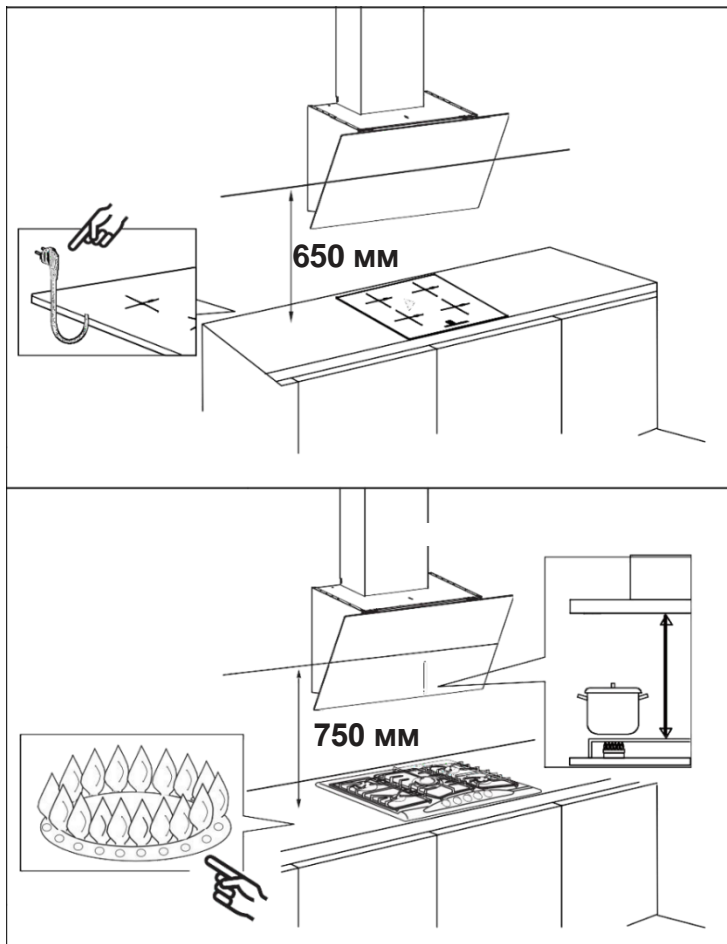

Рисунок 3
2. Рекомендуемая высота установки: 65-75 см над варочной поверхностью для наибольшей эффективности прибора. (см. рисунок 3)